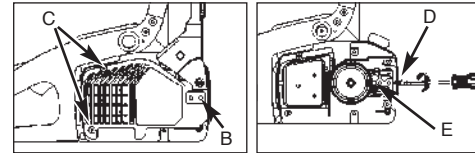

Bild. 3C
2. Entfernen Sie die 2 Schienenbefestigungsmuttern (B). Lösen Sie die 2 Schrauben hinten an der Kupplungsabdeckung (C). Nehmen Sie die Abdeckung ab (Bild. 3C).